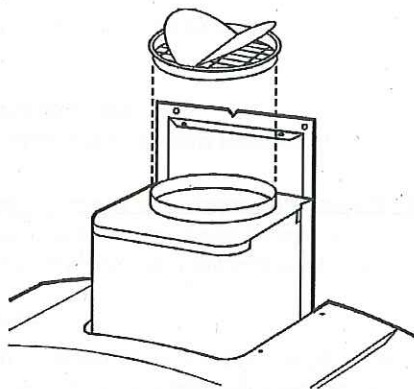

fig.14
5. Positionnez la buse (fig. 14) sur la sortie de la hotte.
2. Positionnez la buse sur la sortie de la hotte (fig. 14).